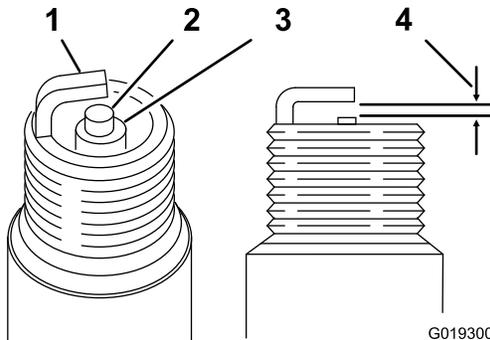

Bild 34
3. Stellen Sie den Abstand auf 0,6 mm bis 0,7 mm ein, wie in Bild 34 abgebildet. Setzen Sie die Zündkerze mit korrektem Abstand ein und ziehen sie auf 23 N·m an.